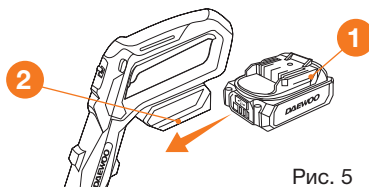

Рис. 5
- Вставьте аккумулятор **1** в разъем **2** на рукоятке триммера (Рис. 5).
- Подключите аккумулятор **1** (Рис. 5).